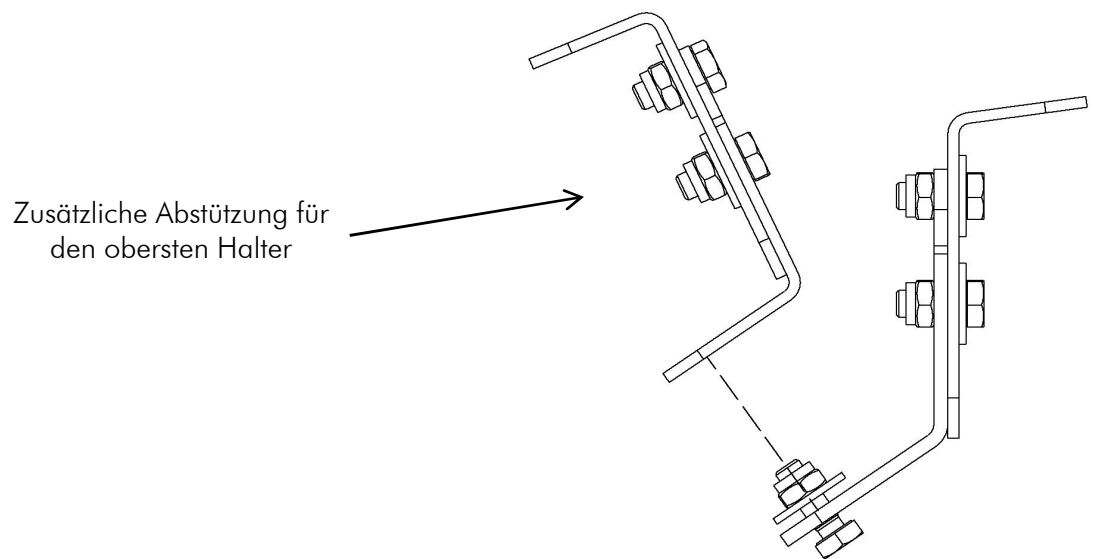

Bild 01
- Der oberste Halter muß direkt unter der Befestigungshülse der Einstieghilfe liegen und muss außerdem mit einer zusätzlichen Abstützung versehen werden (siehe Bild 01).